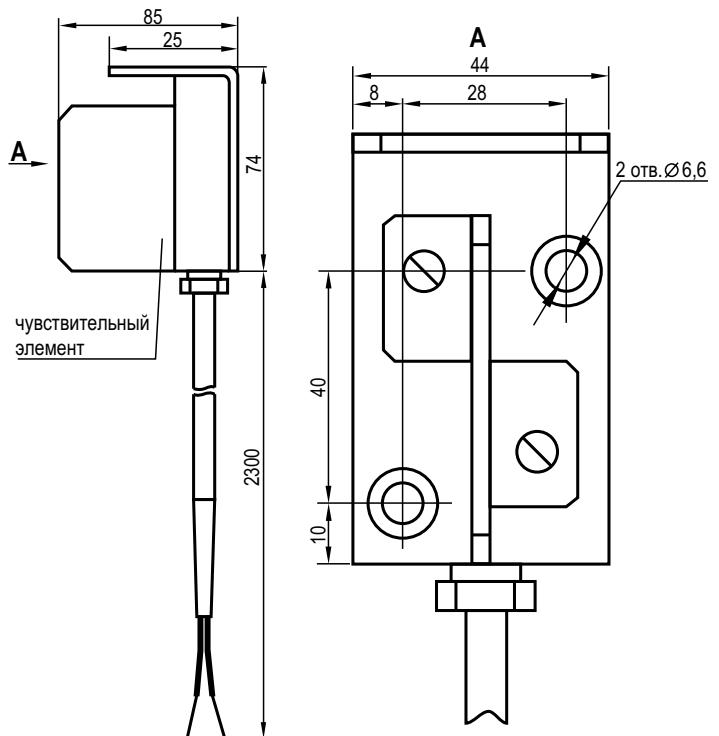

Рисунок 4 – Датчик уровня С43
- Преобразователь вторичный СУ300И (рисунок 4) – 1 шт.